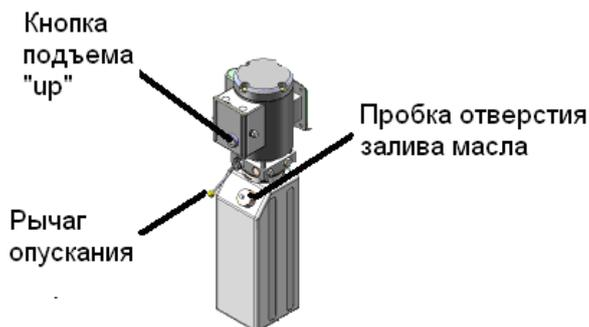

Рис.9. Расположение органов управления на гидростанции
Далее следует включить мотор, нажимая и удерживая кнопку подъема **«up»** на лицевой стороне пульта управления. Если поршень гидроцилиндра пошел вверх, значит мотор подключен правильно. Если нет – необходимо поменять фазы (провода) на электромоторе. Опускание подъемника происходит при нажатии и удерживании рычага опускания (рис.9).
- е) нажать и удерживать кнопку подъема (рис.9) до достижения платформой желаемой высоты;
- б) нажать кнопку подъема, для того чтобы слегка поднять автомобиль и после этого закрыть стопор упора (рис.9,б);
- в) спустить автомобиль с помощью рычага опускания (рис.9);